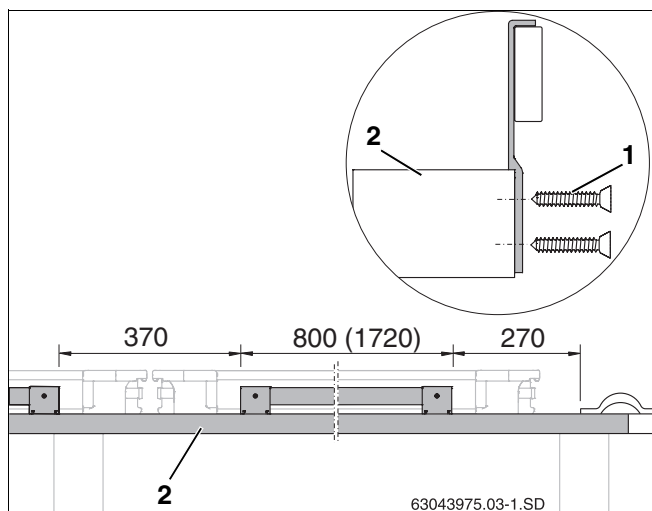

Рис. 11 Установка креплений от сползания на обрешетке крыши (размеры в мм, размер в скобках = для горизонтального исполнения коллекторов)
- Установите предварительно смонтированное крепление от сползания на первую рейку дополнительной обрешетки (рис. 11, **поз. 2**) и закрепите двумя саморезами 4×40 (рис. 11, **поз. 1**) (соблюдайте размеры).